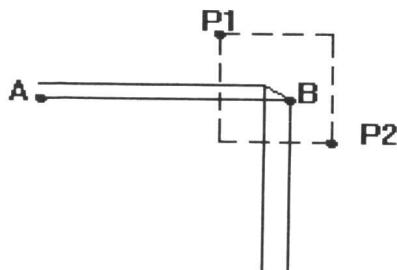

图 1-3
5. 巧用透明命令 所谓透明命令就是在执行其它命令的过程中能使用的命令。例如绘一直线AB(见图1-3),确定直线的起点A，在拖动过程中，发现终点B不易捕捉，此时输入“窗口缩放”命令放大局部区域，即可方便地捕捉B点。